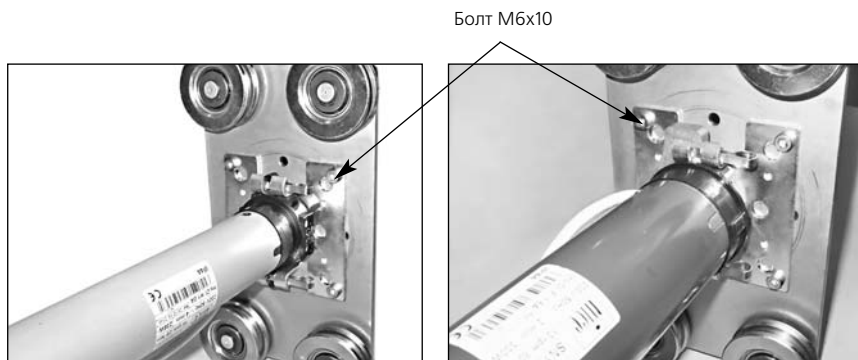

Рис.2.6. Установка двигателей "Nice" серий Neo M, Neo Star, Neo Mat и Sun с использованием крепления КМ/М100.
- серии Neo M, Neo Star, Neo Mat и Sun устанавливаются на крепление КМ/М100 (рис.2.6). Крепление монтируется на каретке при помощи четырех болтов М6х10 с шестигранной головкой с размером под ключ S10 или винтов с цилиндрической головкой с внутренним шестигранником S5.